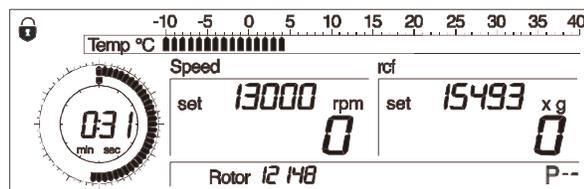

Abb. 5.23: Symbol Vorhängeschloss
- Drehen Sie den linken Drehknopf, bis im Display links oben ein Vorhängeschloss erscheint (Abb. 5.23).